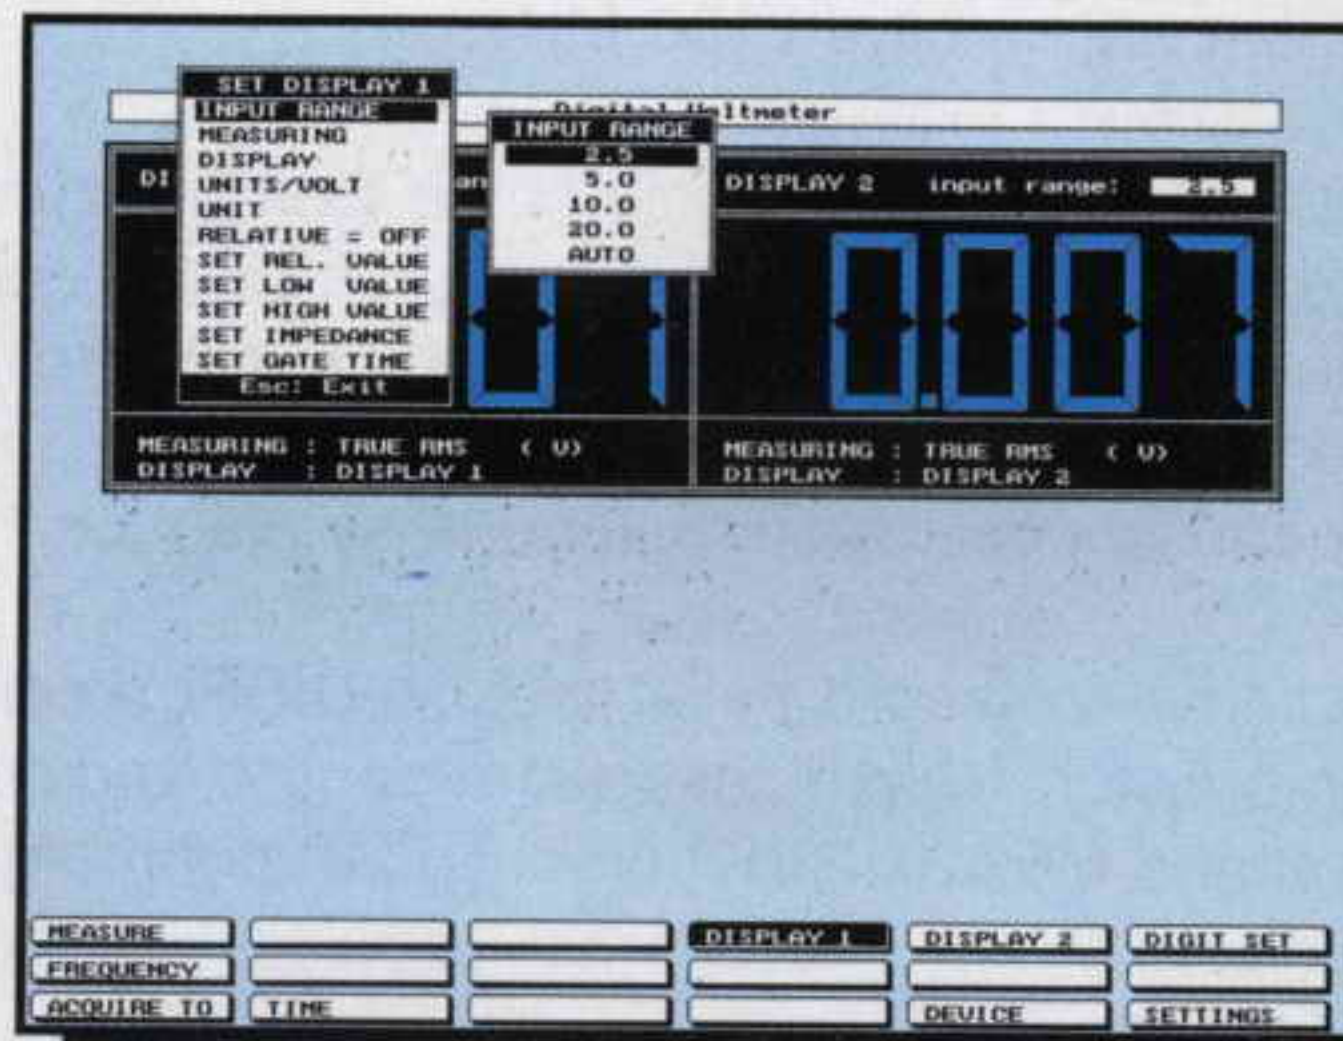

Fig.34 Per misurare un valore di temperatura occorre una sonda. Se la massima tensione che fornisce la sonda non supera i 2 volt scegliete 2,5 volt.
- Portiamo il cursore nella finestra **DISPLAY 1** e pigiamo Enter. Nella finestra che appare andiamo sulla prima riga con la scritta **INPUT RANGE** poi pigiamo ancora Enter e nella successiva finestra potremo selezionare il nostro fondo scala che potrebbe ad esempio essere **2,5 volt** (vedi fig.34, potremo anche usare **autoranging**).